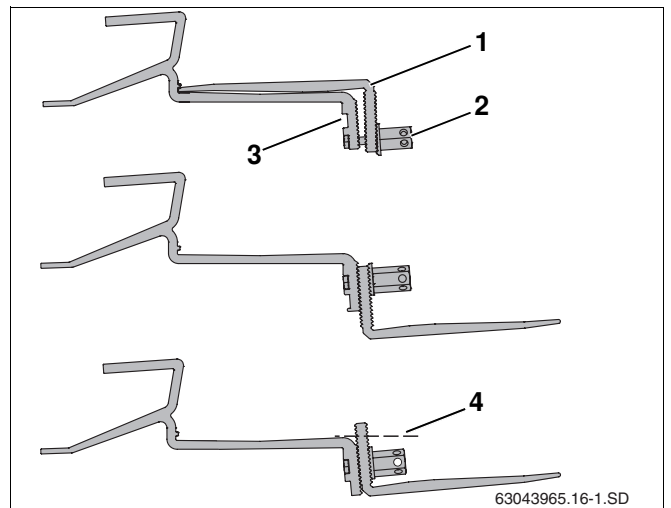

Fig. 17 Repositionner la partie inférieure du crochet
- ▶ Dévisser l'écrou long à tête hexagonale (fig. 17, **pos. 2**).
- ▶ Insérer la vis dans la perforation supérieure (fig. 17, **pos. 3**).
- ▶ Fixer la partie inférieure du crochet (fig. 17, **pos. 1**) sans serrer. Le raccord ne doit pas encore être serré à fond.